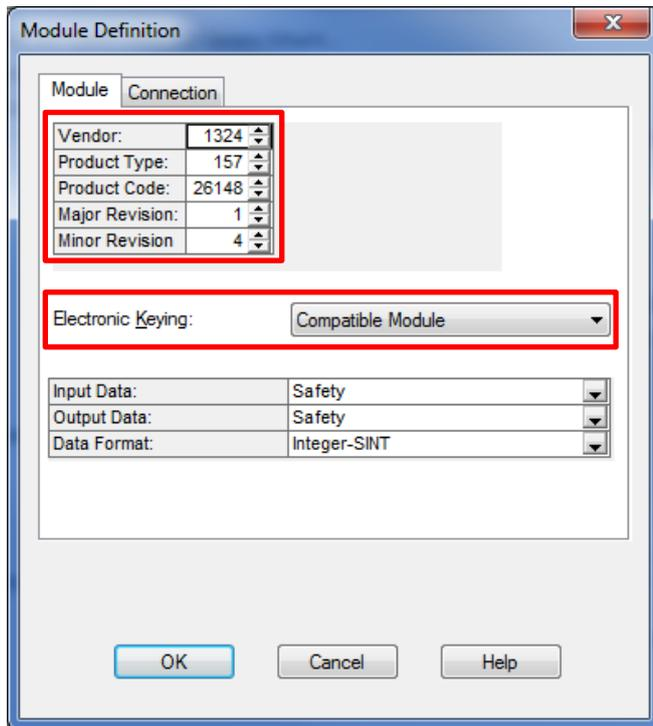

Bild 6
- Unter Umständen muss „Electronic keying“ in Bild 6 auf „Exact Match“ anstelle „Compatible Module“ eingestellt werden.